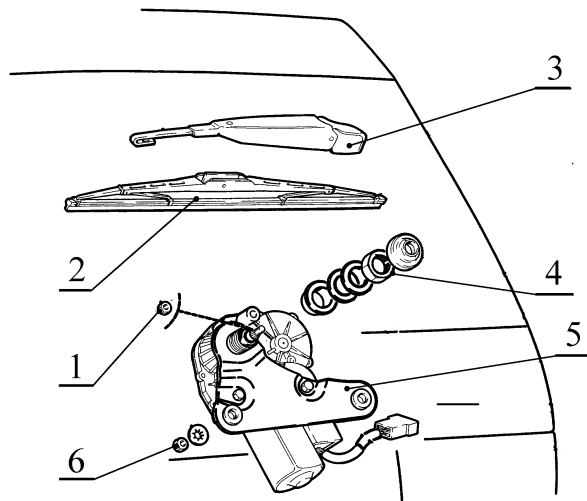

Рис. 2. Стеклоочиститель двери задка а/м ВАЗ-2111.
3.3 Отвернуть гайку 1, рис.2, снять рычаг 3 стеклоочистителя со щеткой 2 в сборе (головка сменная 10, ключ-трещотка).
3.10 Отсоединить колодку жгута проводов моторедуктора 5, рис.2, от жгута 2111-3724558-10 проводов заднего дополнительного.